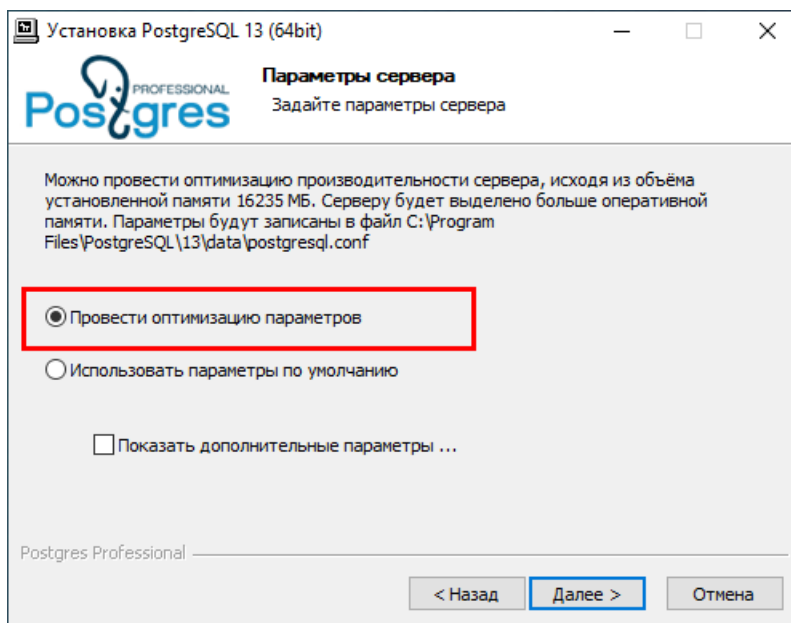

Рисунок 8 - Параметры сервера БД
9. Выберите режим **Провести оптимизацию параметров** и нажмите **Далее** (Рисунок 8).